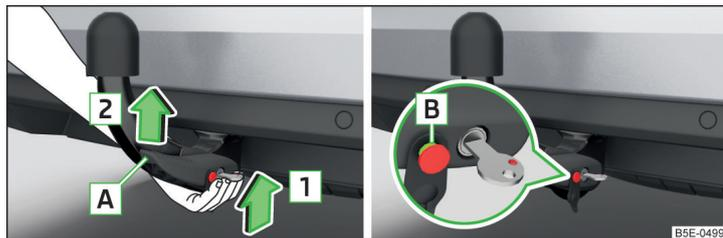

Fig. 170 Inserimento della testa sferica / Dado di innescio in posizione estratta
- Afferrare la testa sferica dal basso » fig. 170 e inserirla nel pozzetto di alloggiamento in direzione della freccia **1** sino a quando si innesterà con un clic udibile» !.